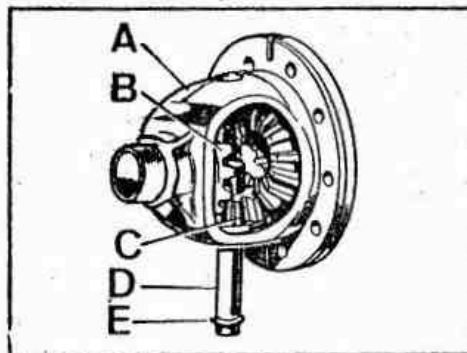

Fig. E -48 Montaje de satélites
6.02. Introducir los satélites en la caja del diferencia y mantenerlos en posición con el eje de satélites, D (Fig. E -48).